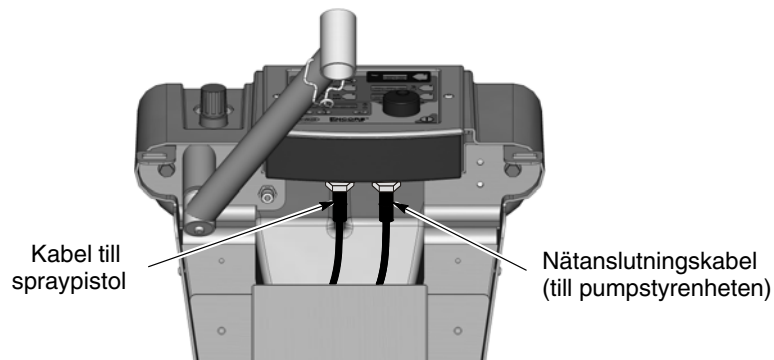

Bild 3-4 Spraypistolens kabelanslutning till systemets styrenhet – mobilt system visas
1. Mobila system: Se bild 3-4. Drag pistolkabeln in genom baksidan på vagnens stolpe och upp och genom den övre fronten. På detta sätt kan användaren bunta ihop kabeln med mönster- och elektrospolnings slangarna.